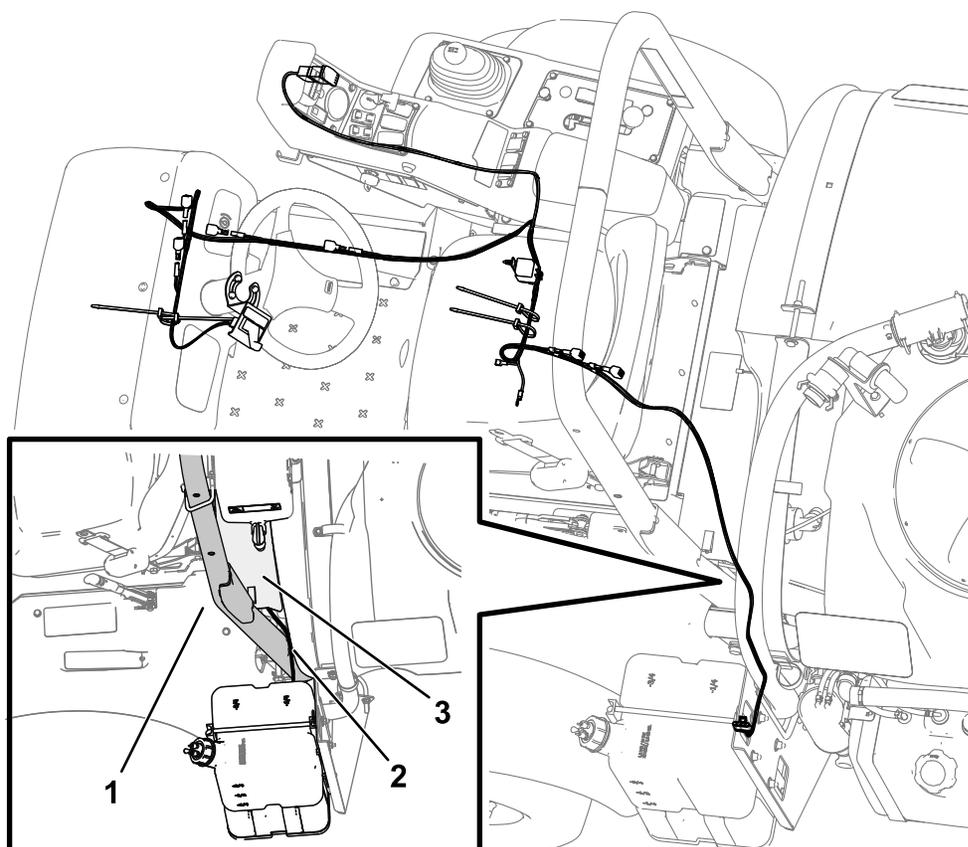

Figura 5
1. Encaminhe a cablagem do compressor do marcador de espuma por trás do ROPS e sob a placa de proteção (Figura 5).